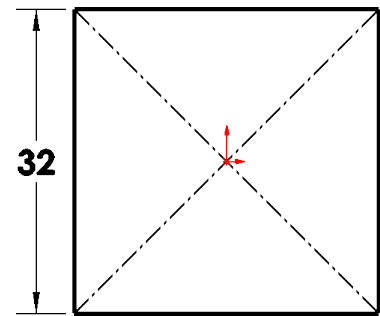

Fig. 4
Step 8. Add **32** dimension, **Fig. 4**.